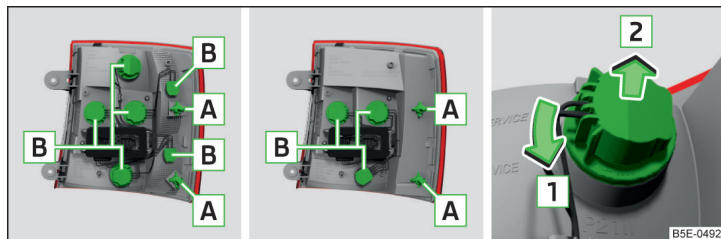

Fig. 234 Partea exterioră a lămpii: Lampa de bază / lampă cu diode cu LED
- Rotiți soclul, împreună cu becul cu incandescență **B**, în sensul săgeții **1** » fig. 234.